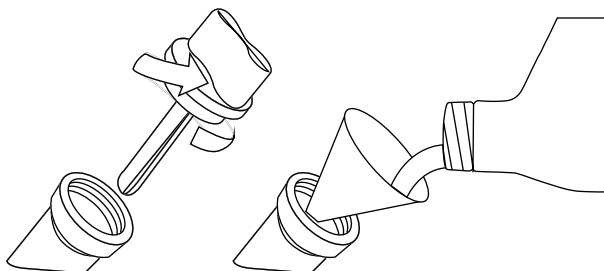

Figura 3: Embudo de aceite
3. Usando el embudo y el aceite suministrados, vierta lentamente aceite en el motor. Pare con frecuencia para asegurarse de no llenar en exceso (vea la Figura 3).